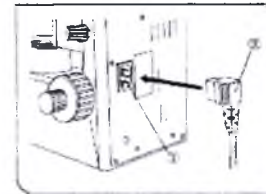

Рис. 31
(рис. 31 - 32)
- 1) Подключите вилку (2) к гнезду переменного тока (3) (рис. 31)